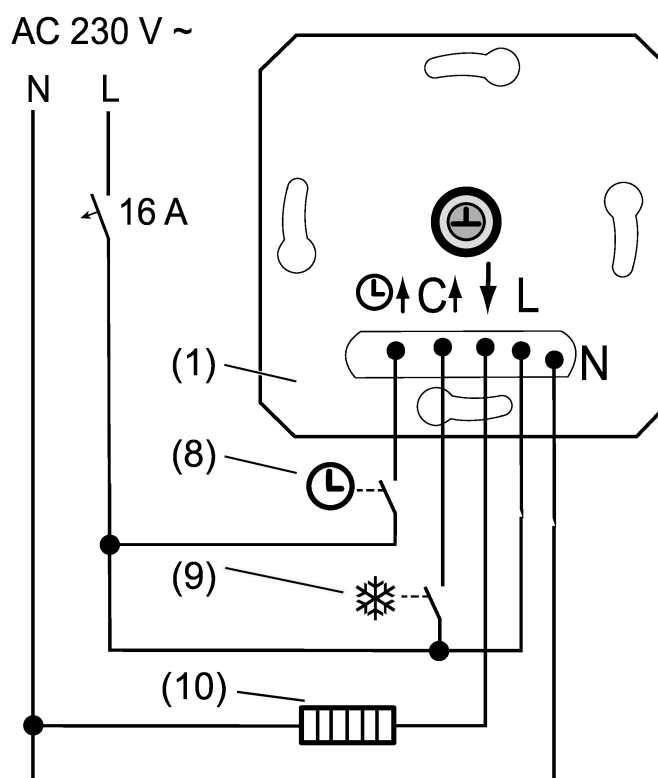

Figura 2: Ejemplo de conexión del mecanismo
- Conecte el calefactor (10) o el refrigerador al mecanismo (1) según el plan de conexiones (véase figura 2). Tener en cuenta las secciones transversales del conductor (datos técnicos).
- Opcionalmente, conectar la entrada ☉ a través de un contacto de conmutación (8) de un reloj central (modo Descenso) o conectar el contacto de conmutación de un detector de presencia o interruptor (modo Presencia).